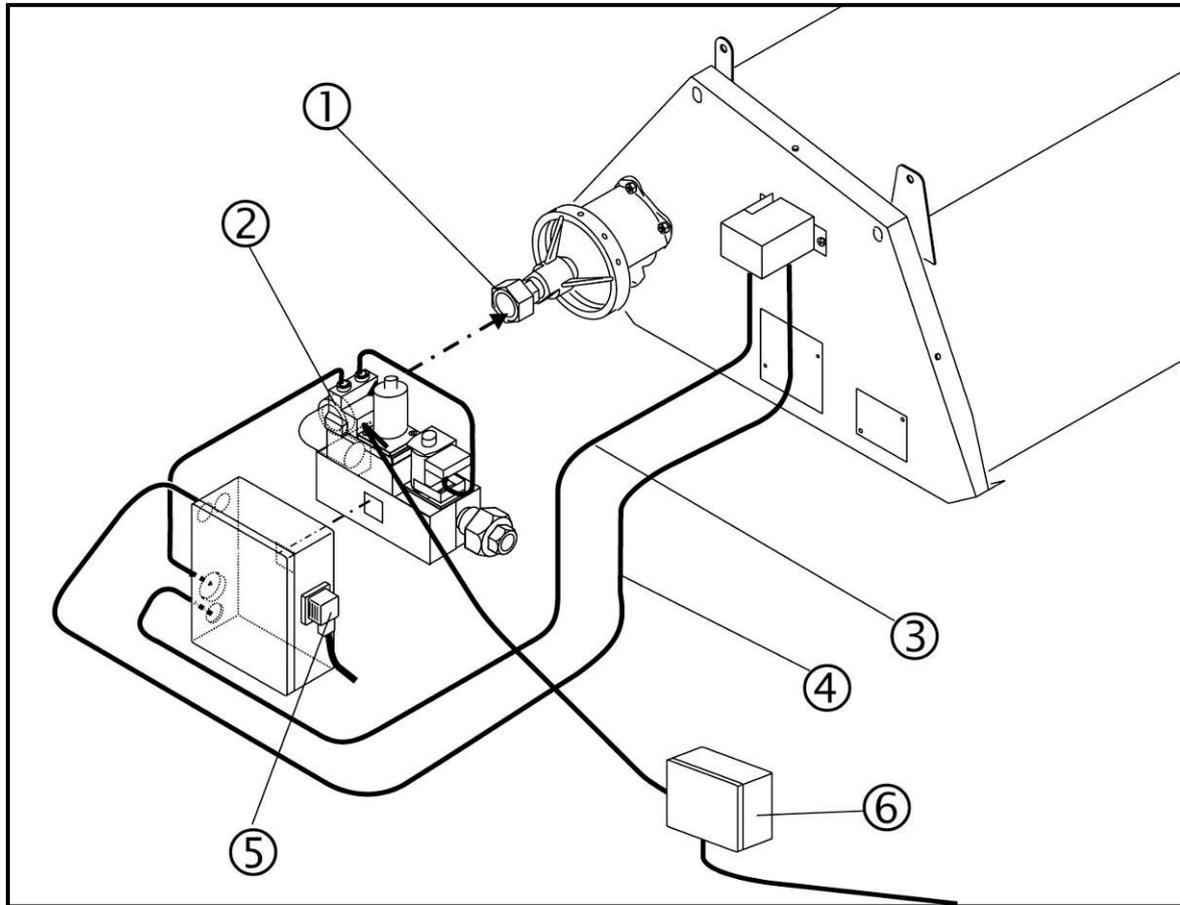

Fig. 19: Montage de l'ensemble sécurité
- ⇒ Raccorder l'émetteur à l'ensemble sécurité par l'intermédiaire des parties (1) et (2) du raccord union (Fig. 19). Veillez à ce que cette connexion soit étanche au gaz.
- ⇒ Reliez le câble d'ionisation (3) à la fiche située sur le boîtier électronique IC 2010 (Fig. 19).